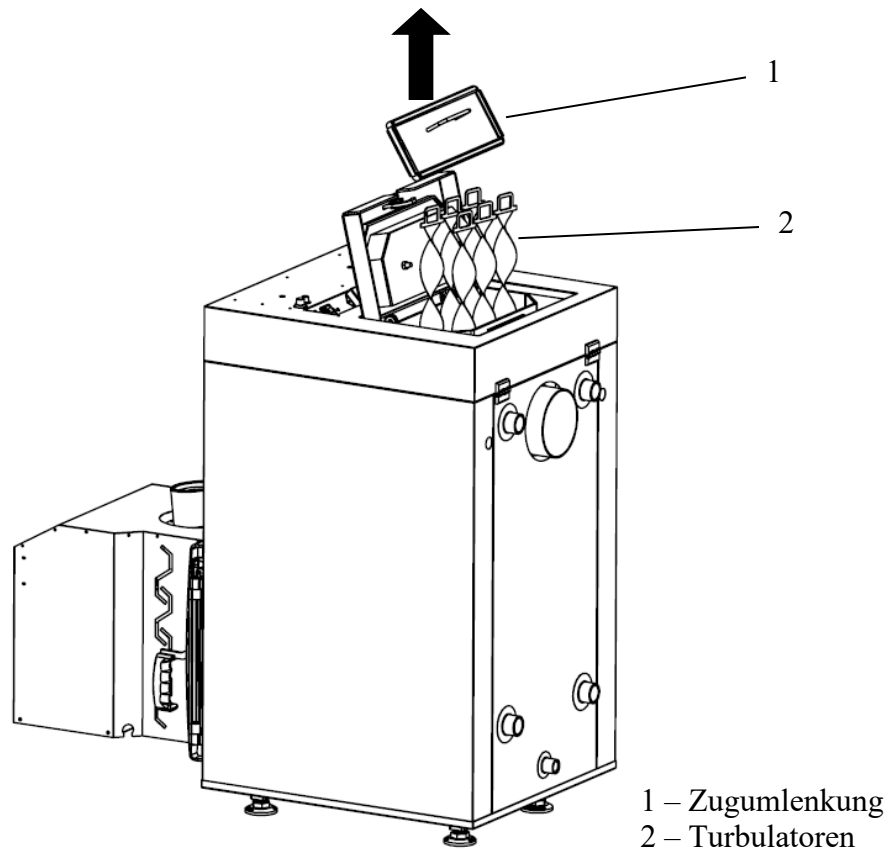
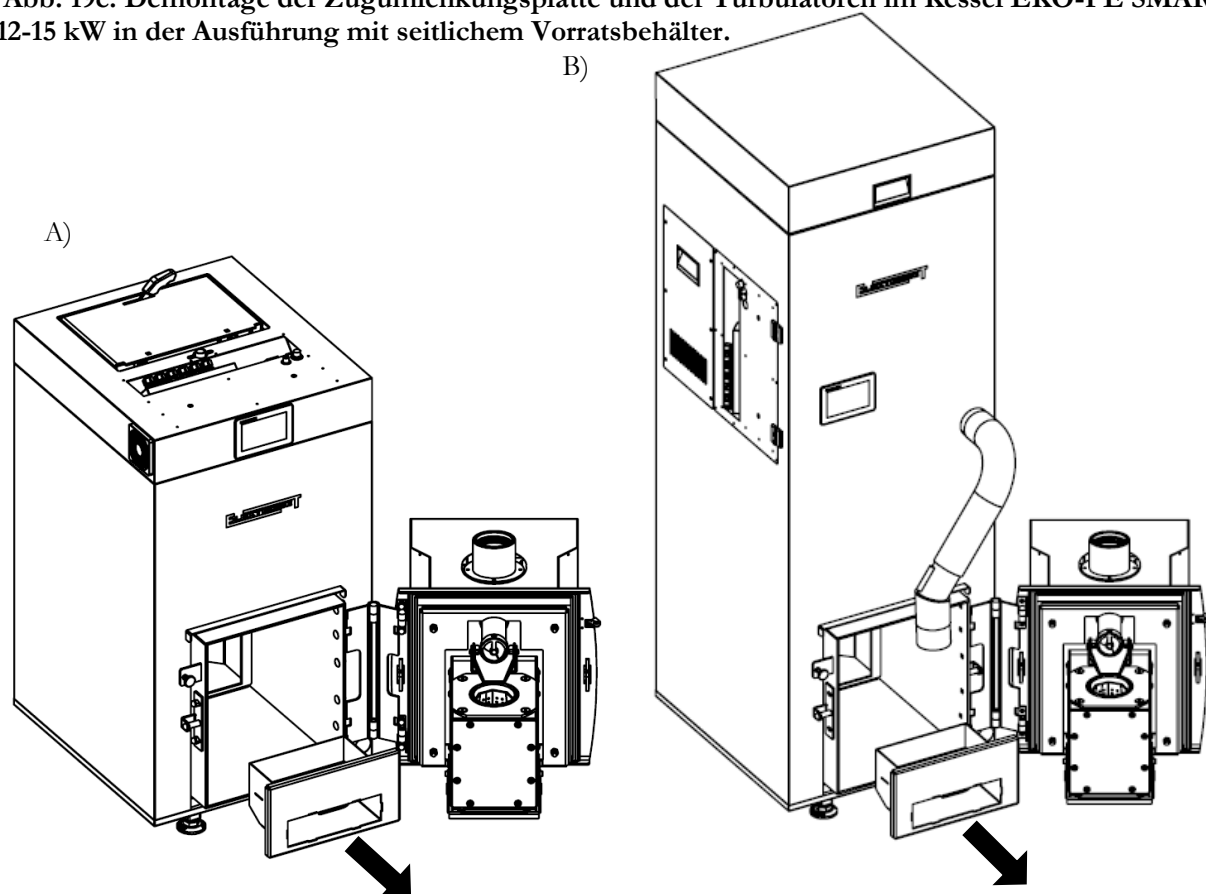

Abb. 19c. Demontage der Zugumlenkungsplatte und der Turbulatoren im Kessel EKO-PE SMART 12-15 kW in der Ausführung mit seitlichem Vorratsbehälter.
Abb. 19d. Reinigen der hinteren Aschelade im Kessel EKO-PE SMART 12-15 kW in den Ausführungen: (A) - STANDARD und BOX, (B) - TOP
- 2) Mindestens einmal pro Woche ist die Asche aus der Aschelade (Brennertür – Pos. 9 in Abb. 1a), einschließlich des hinteren Aschekastens (siehe Abb. 19c), zu entfernen. Bei Kesseln der Baureihe EKO-PE SMART mit einer Leistung von 18 kW ist außerdem darauf zu achten, dass bei jeder Reinigung des Kessels der Reinigungshebel (Pos. 21 in Abb. 1b) mehrmals betätigt wird, damit alle auf den Turbulatoren und auf der Oberfläche des Rohrwärmetauschers abgelagerten Verunreinigungen gelöst werden, die bei dieser Tätigkeit auf den Boden der Brennkammer fallen.
5a) Betrifft den Kessel EKO-PE SMART 12-15 kW. Denn beim Betrieb des Kessels kommt es zur Verunreinigung der Fläche des Wärmeaustausches, was zur Herabsetzung der Kesselleistung führt und den Brennstoffverbrauch erhöht. Aus diesem Grund müssen die Verunreinigungen von der Innenfläche der Wärmetauscherrohre entfernt werden. Bei den Kesseln der Typenreihe EKO-PE SMART mit 12 und 15 kW Leistung müssen die Wärmetauscherrohre (Pos. 2 in Abb. 1a) sowie der Turbulatoren (Pos. 2 in Abb. 19c) mindestens einmal monatlich gereinigt werden. Wenn Brennstoff schlechter Qualität verbrennt wird, muss die Häufigkeit einer gänzlichen Reinigung des Rohrwärmetauschers und der Turbulatoren entsprechend erhöht werden. Bei der Reinigung des Rohrwärmetauschers und der Turbulatoren ist wie folgt vorzugehen:
Es ist zwingend erforderlich, dass alle Rohre des Wärmetauschers sowie die Turbulatoren (Pos. 2 in Abb. 19c) vor und hinter der Zugumlenkung (Pos. 1 in Abb. 19c) gereinigt werden. Schieben Sie dazu die Klappe der Zugumlenkung aus den Halterungen heraus, um alle Wärmetauscherrohre freizulegen (Abb. 19c). Nach erfolgter Reinigung des Wärmetauschers und dem Wiedereinsetzen der Turbulatoren ist unbedingt die Aschelade der Konvektionsrohre herauszuziehen, dieser befindet sich hinter der Aschelade des Brenners (Abb. 19d). Es ist auf die korrekte Positionierung der Klappe der Zugumlenkung zu achten. Die Klappe muss in den Nuten der Halterungen aufliegen und vollständig am Kesselwärmetauscher anliegen, wobei sie die Wärmetauscherrohre von der Seite des Abgasfuchses freilegen muss. Mindestens 1 Stunde vor der Reinigung ist der Kessel abzustellen und über den Hauptschalter auszuschalten.